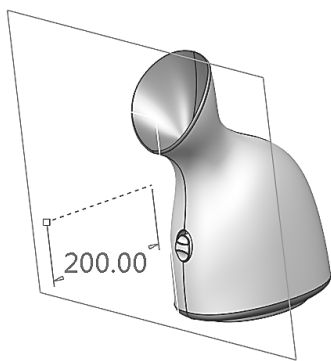

图 7-86 基准面偏移
(1) 偏移 FRONT 基准面 200.00，新建 DTM2 基准平面，如图 7-86 所示，以 DTM2 基准平面为草绘平面，利用  文本工具绘制如图 7-87 所示字样。